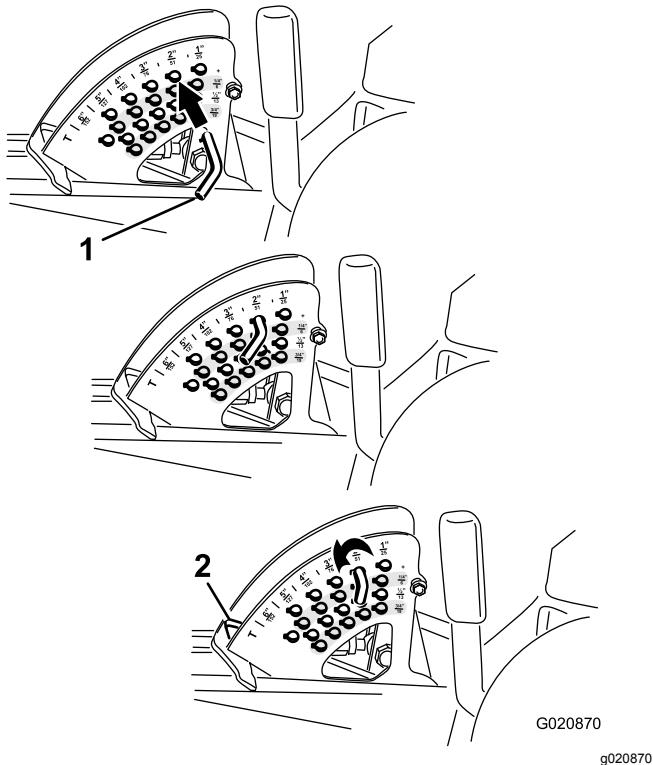

Рисунок 24
- Чтобы отрегулировать высоту скашивания, поверните стопорный штифт так, чтобы цилиндрический штифт внутри него совпал с прорезями в отверстиях кронштейна высоты скашивания, затем извлеките штифт (Рисунок 24).
- Выберите отверстие в кронштейне высоты скашивания, соответствующее необходимой высоте скашивания, вставьте штифт и, нажимая на него, поверните до фиксации в отверстии (Рисунок 24).
Примечание: В кронштейне есть четыре ряда отверстий (Рисунок 24). Верхний ряд обеспечивает высоту скашивания, указанную над штифтом. Второй ряд обеспечивает